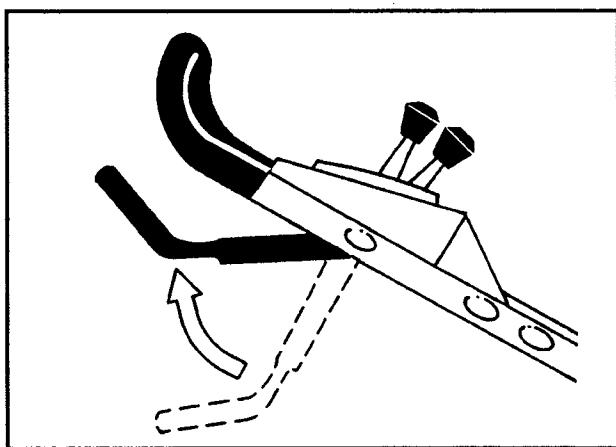

Figure 16
3. Relevez lentement la barre de commande jusqu'au point où le sac commence tout juste à se gonfler (environ 12,5 cm en-dessous de la traverse du mancheron) (fig. 16). Ceci indique que la lame de la tondeuse est enclenchée et qu'elle a commencé à tourner.